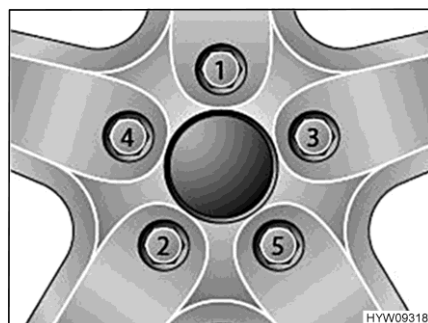

Fig. 143 Apretar las tuercas o los tornillos de las ruedas en forma de cruz
- Apretar las tuercas de rueda o los tornillos de rueda en el orden indicado en Fig. 143. Para ello, usar una llave dinamométrica y cumplir con el par de apriete especificado (véase apartado 14.5).
- Comprobar periódicamente que las tuercas o tornillos de las ruedas estén firmemente apretados. Volver a apretar las tuercas de rueda o los tornillos de rueda de una rueda cambiada después de 50 km. En esto, proceder en el orden indicado en Fig. 143.
- Al utilizar llantas nuevas o recién pintadas, reajustar además las tuercas o tornillos de rueda después de 1 000 a 5 000 km aprox. En esto, proceder en el orden indicado en Fig. 143.